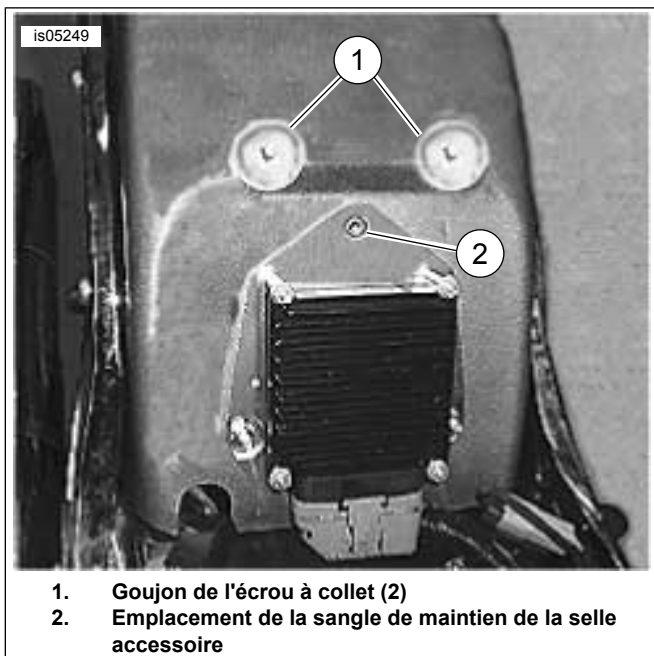
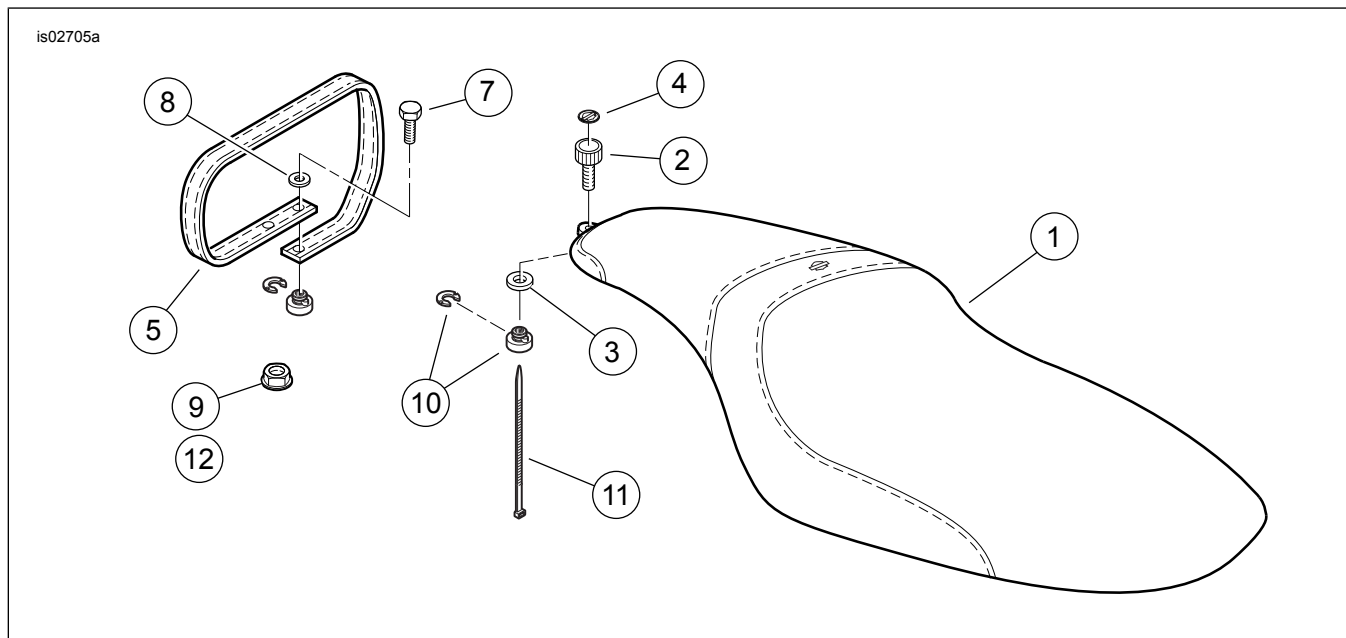

Figure 1. Pose de la sangle de maintien et de l'écrou à collet (FLSTF illustrée)
Figure 3. Pièces de rechange, selles personnalisées Softail
Pour connaître le contenu du kit complet, voir Figure 3 et Tableau 2.
3. Voir Figure 3. Poser deux écrous à collet (9) du kit sur les goujons de montage de la sangle de maintien d'origine (comme illustré dans Figure 1, article 1).
4. Voir Figure 3. Prendre le kit d'écrou de selle (10) et le serre-câbles (11) du kit, et poser l'écrou de retenue et la rondelle dans le trou de montage de la selle le plus en arrière, dans le garde-boue arrière.
3. Pencher légèrement la selle et installer la sangle de maintien à l'emplacement de la sangle de maintien de la selle accessoire (comme illustré sur la Figure 1) avec la vis (7) et la rondelle (8) du kit. Bien serrer.
5. Attacher la selle au garde-boue en utilisant le bouton moleté (2) et la rondelle en néoprène (3) du kit.
1. Voir Figure 3. Poser la sangle de maintien (5) du kit à l'emplacement de la sangle de maintien de la selle accessoire (comme illustré à la section Figure 1) à l'aide de la vis (7) et de la rondelle (8) du kit.
2. Glisser l'arrière de la **nouvelle** selle (1) à travers la sangle de maintien.
2. Voir Figure 3. Retirer la doublure du support adhésif de l'emblème Bar & Shield (4). Tourner l'emblème pour un meilleur aspect, et appliquer l'emblème sur l'encoche centrale du bouton moleté. Pour une bonne adhérence, exercer une pression uniforme sur l'emblème pendant une minute.